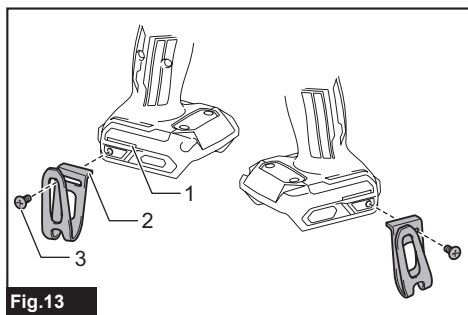

Fig.13
► **Рис.13:** 1. Отверстие для подвешивания